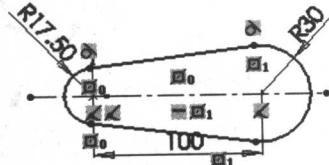

图 1-1 斜板草图
在本实例中，将利用草图绘制工具绘制图 1-1 所示的斜板草图。所用到的工具包括中心线绘制工具、圆绘制工具、直线绘制工具、裁剪工具、镜像工具和添加几何关系工具。
16. 标注半径。单击智能尺寸按钮 智能尺寸 ，重新标注圆弧的半径尺寸，从而完成整张草图的绘制工作，绘制结果见图 1-1。